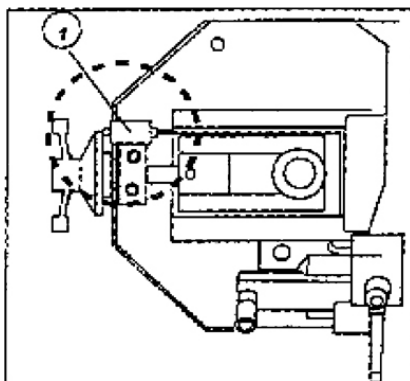

Рис. 14
- Убедитесь, что микровыключатель натяжения ленточной пилы нажат (1 Рис. 14), иначе станок не запустится.